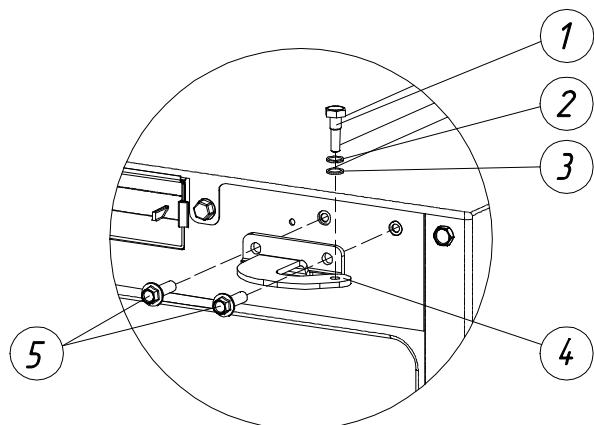

Рис. 3. Расположение верхнего узла крепления двери
4. Разобрать верхний узел крепления двери (рис. 3).
- 4.1. Аккуратно, придерживая дверь холодильной камеры, выкрутить болт-ось (поз. 1, рис.3), при этом не потерять шайбы (поз.2, рис. 3) и (поз. 3, рис. 3).
- 4.2. Продолжая придерживать дверь, выкрутить болты (поз. 5, рис. 3) верхнего кронштейна (поз. 4, рис. 3). Убрать верхний кронштейн (поз. 4, рис. 3).
17.5. Придерживая дверь холодильной камеры, затянуть болты (поз. 5, рис. 3) верхнего узла крепления двери (рис. 3) и закрутить болт-ось (поз. 1, рис. 3).